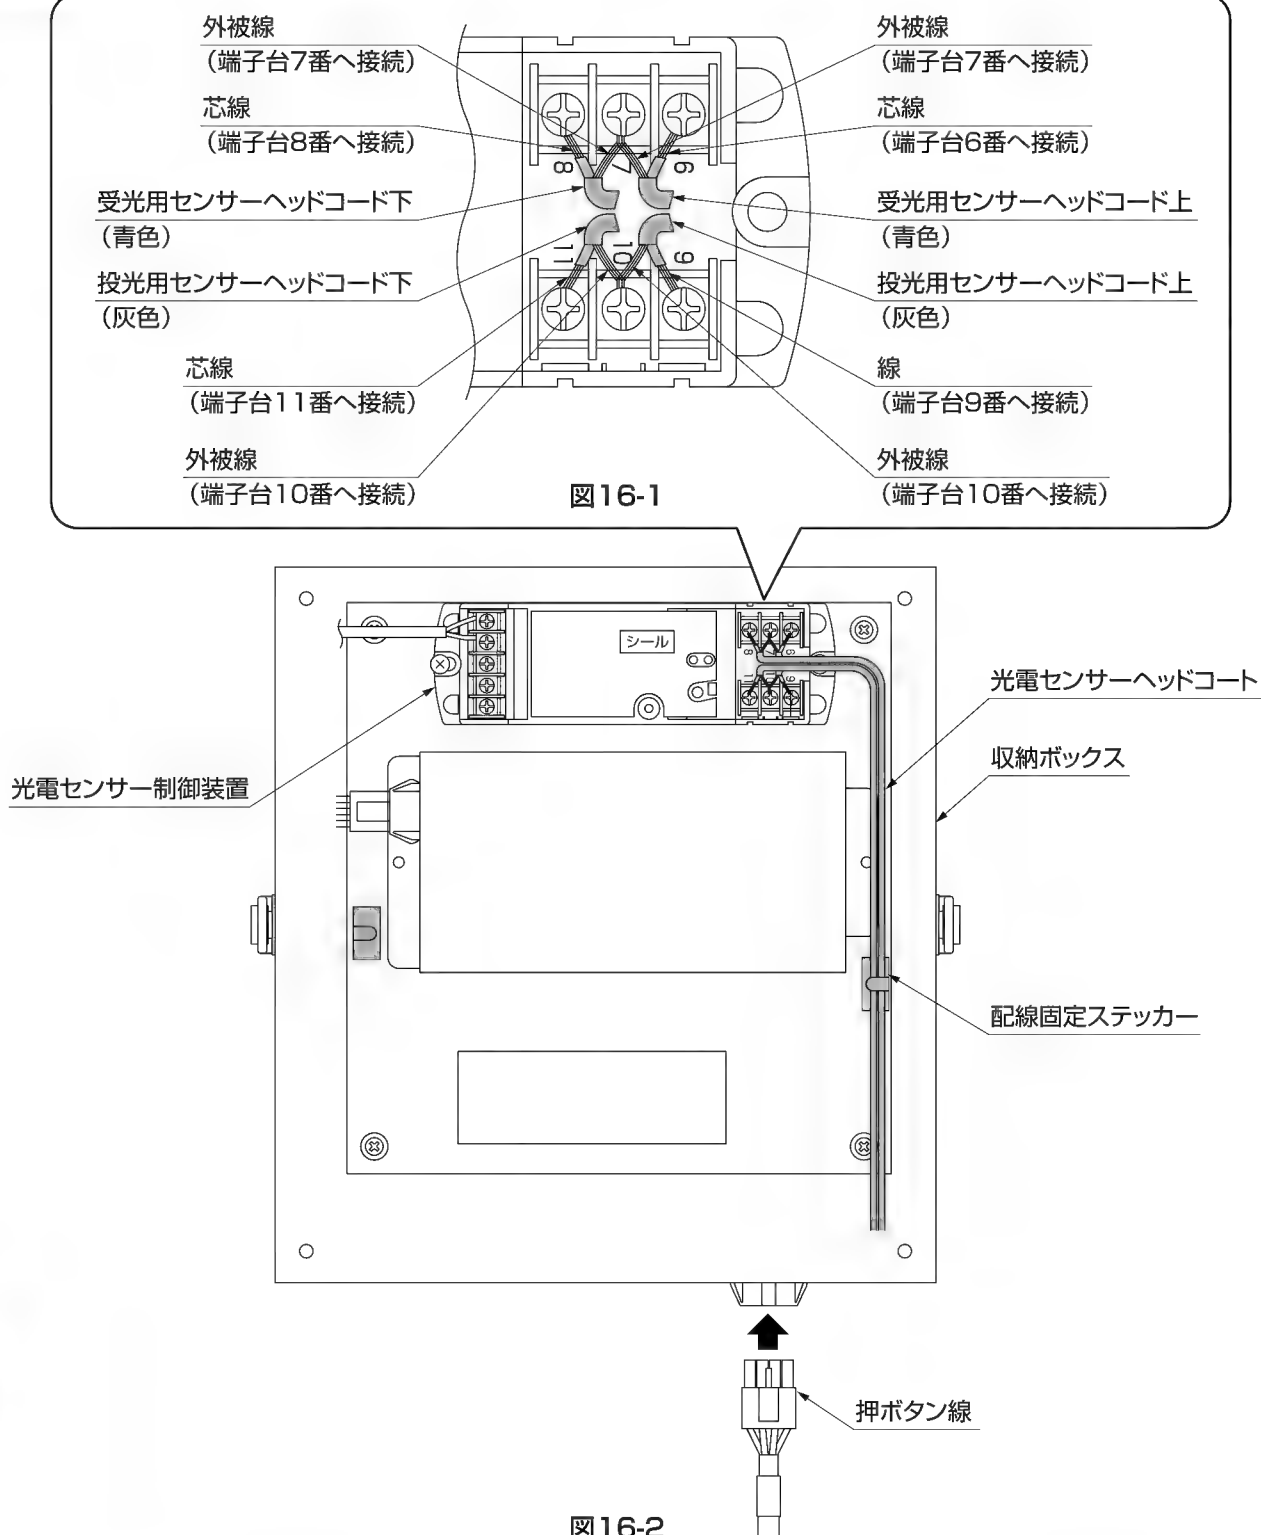

図16-2
- ② 配線固定ステッカーでコードを固定してください。
- ③ レールステイカバーから出ている押ボタン線を収納ボックス下面に接続してください。(図16-2参照)